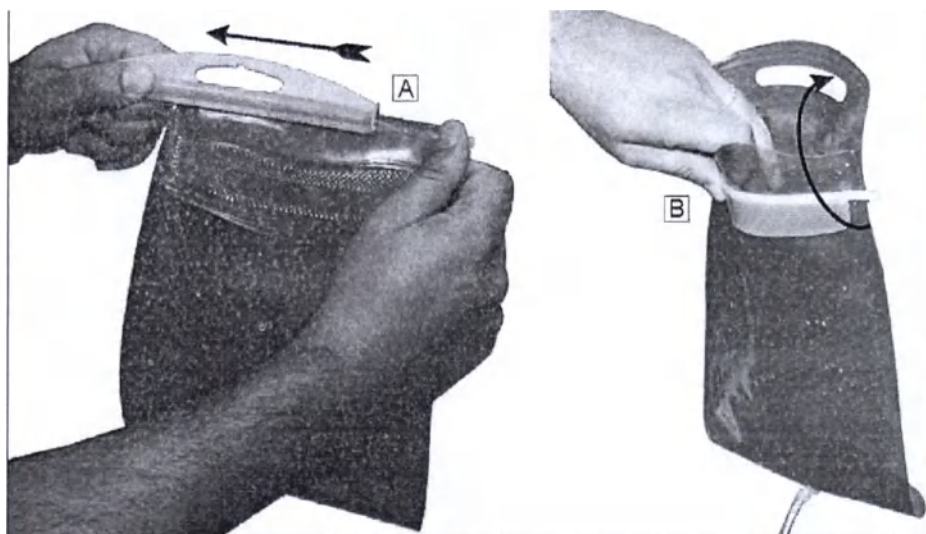

Рисунок 14.6: Открытие емкости для наполнения водой
2. Ссылаясь на рисунок 14.6: откройте емкость для наполнения водой: удалите замок-фиксатор (А) и откройте откидную крышку (В).
3. Ссылаясь на Рисунок 14.6: подсоедините соединительный блок (А) к соединительному порту панели управления нажимая на него до момента его остановки – пока вы не почувствуете что он "встал" на место установки.